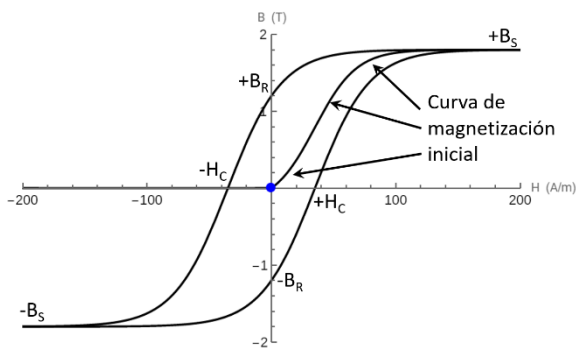

Figura 1. Ciclo de histéresis
La Figura 1 muestra la imanación de un material ferromagnético en presencia de un campo externo, en el eje de ordenadas se representa B porque esa es la magnitud a la que se puede acceder de manera experimental. Se parte de un estado desimanado (el punto azul: $H, B = 0, 0$) y se va aplicando campo magnético, se recorre la **curva de primera imanación** (o magnetización inicial). Cuando se aplica un campo lo
Si se sigue aumentando el campo en sentido negativo, se alcanza el estado de saturación en sentido contrario al inicial ($-B_s$). Realizando la variación de H en sentido inverso se obtiene el llamado ciclo de histéresis del material. El área encerrada por el ciclo es la energía disipada por el material en forma de calor en el proceso cíclico de imanación al que se le ha sometido. Aunque el ciclo de histéresis representa la imanación (M) de un material frente al campo magnético aplicado (H), lo que se obtiene de manera experimental es la gráfica $B - H$ (Figura 1), como en el laboratorio de prácticas. Se puede pasar de una representación a otra considerando la expresión: $B = \mu_0(H + M)$.